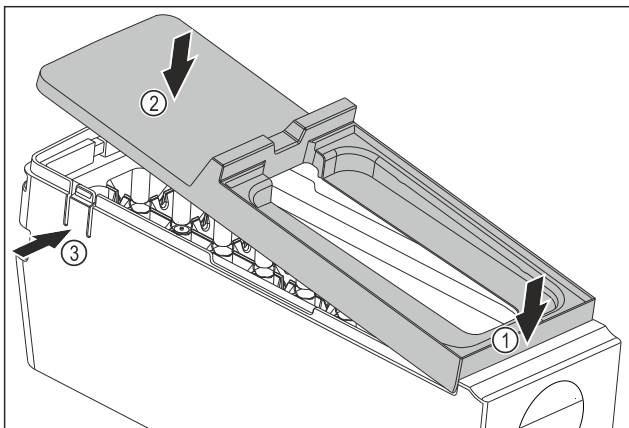

Fig. 147
- ▶ Смонтируйте крышку корпуса EasyTwist-Ice: Установите крышку спереди. Fig. 147 (1)
- ▶ Опустите крышку сзади. Fig. 147 (2)
- ▶ Крышка со щелчком фиксируется в накладках Fig. 147 (3).